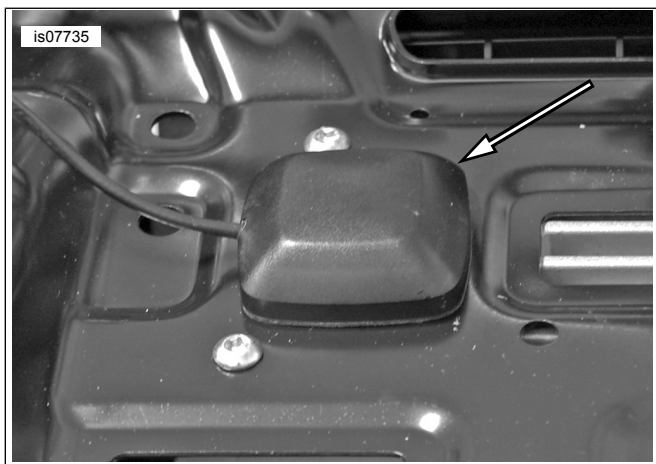

Figura 3. Demontarea antenei
4. Consultați Figura 3 . Detașați antenele XM/NAV, dacă există, de la suportul radio și poziționați-le alături.